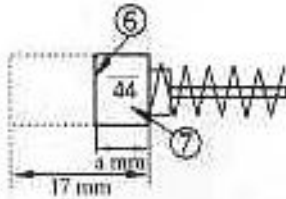

Fig 7
ausgetauscht werden. Verschleißbegrenzer (6), Anzahl der Kohlebürsten (7). (Siehe Abb. 7)